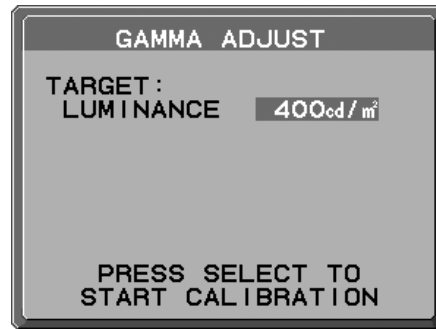

Abbildung 2
4. Legen Sie die Zieleinstellung für die LUMINANZ (cd/m2) (**Abbildung 2**) fest. Drücken Sie SELECT, um die Kalibrierung zu starten. Abhängig von der Benutzereinstellung kann dies einige Minuten in Anspruch nehmen.